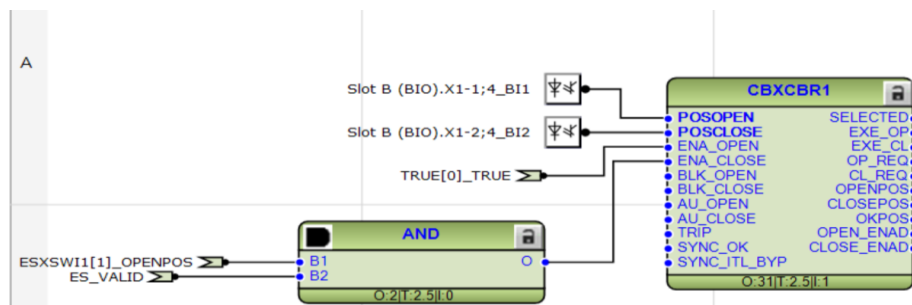

Imagen 349_Conexión de variable en el puerto B2 del bloque AND.
5.1.32 Esto mismo se realizará para la segunda entrada “B2 - Connect - Existing Variable” como en la **Imagen 349**.